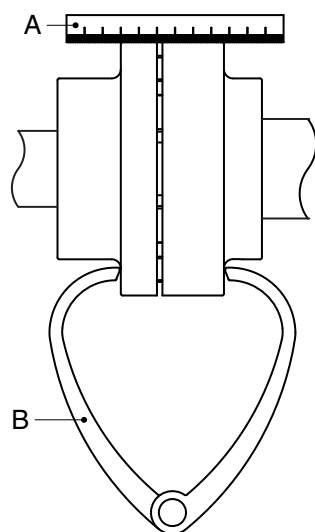

Рисунок 3. Совмещение муфты при помощи линейки и пары кронциркулей
- 1 Поместите линейку (A) на муфту. Линейка должна прилегать к обеим полумуфтам по всей ширине. См. рисунок 3. Выполните проверку в трех точках по диаметру муфты.
- 2 Проверьте отсутствие углового отклонения при помощи пары кронциркулей (B) по двум связанным точкам на боковых поверхностях полумуфт. См. рисунок 3. Выполните проверку в трех точках по диаметру муфты.